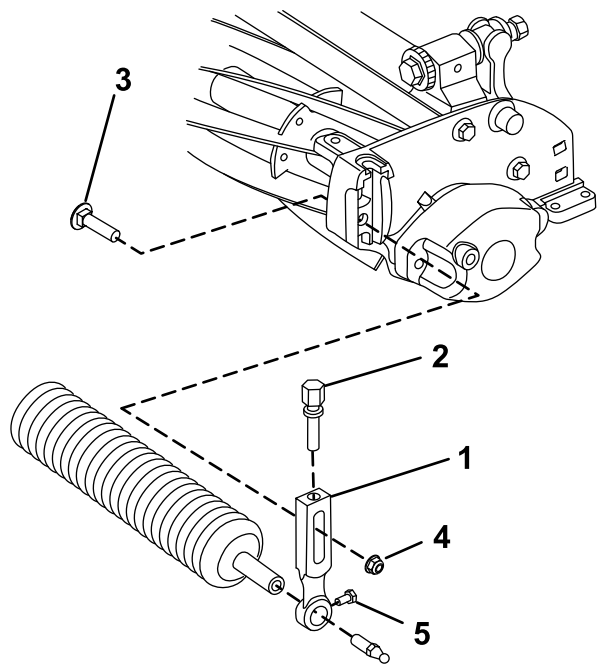

图 3
1. 卸下将其中一个剪草高度臂固定至滚刀组侧板的防松螺栓、垫圈及凸缘螺母 图 3。
2. 旋松剪草高度臂上的滚筒安装螺丝 图 3。
3. 将滚筒轴滑入滚刀组另一端上的剪草高度臂中 图 3。
4. 将剪草高度臂滑到滚筒轴上 图 3。
5. 用之前卸下的剪草高度臂和紧固件将滚筒松松地固定到滚刀组上 图 3。
7. 拧紧滚筒安装螺丝 图 3。